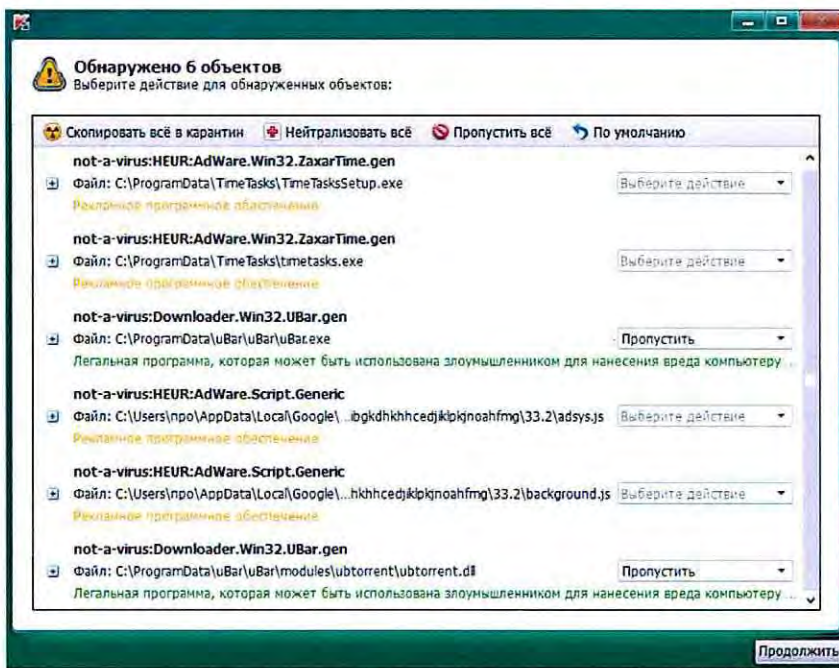

Рисунок 5. Окно с выявленными угрозами.
7.1.5 При выявлении угроз появляется в окне следующая информация (Для примера, выявлено 6 объектов) (Рисунок 5).